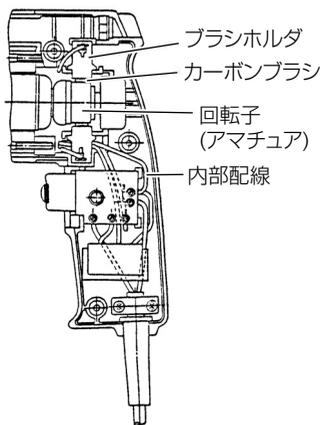

図 7
- (1) カーボンブラシをブラシホルダの中に押し込みます。
- (2) カーボンブラシを押さえながら、ブラシホルダをハウジングのブラシホルダ室に押し込みます。
- (3) 内部配線類が図 7 のように正規の位置にあること、また内部配線類が回転子（アマチュア）に接触するおそれがないことを十分確認してください。
- (4) 内部配線類がハウジングとの間にはさま込まれないよう十分注意してハンドルカバーをかぶせて小ねじを締付けてください。